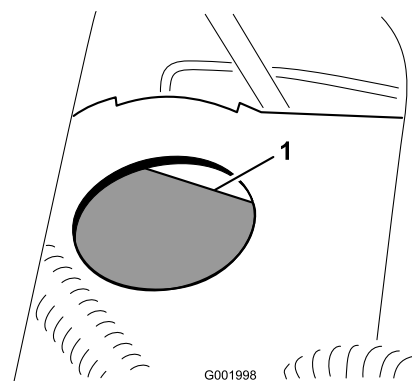

Figura 64
2. El nivel de líquido debe llegar a la línea Lleno del depósito (Figura 64).